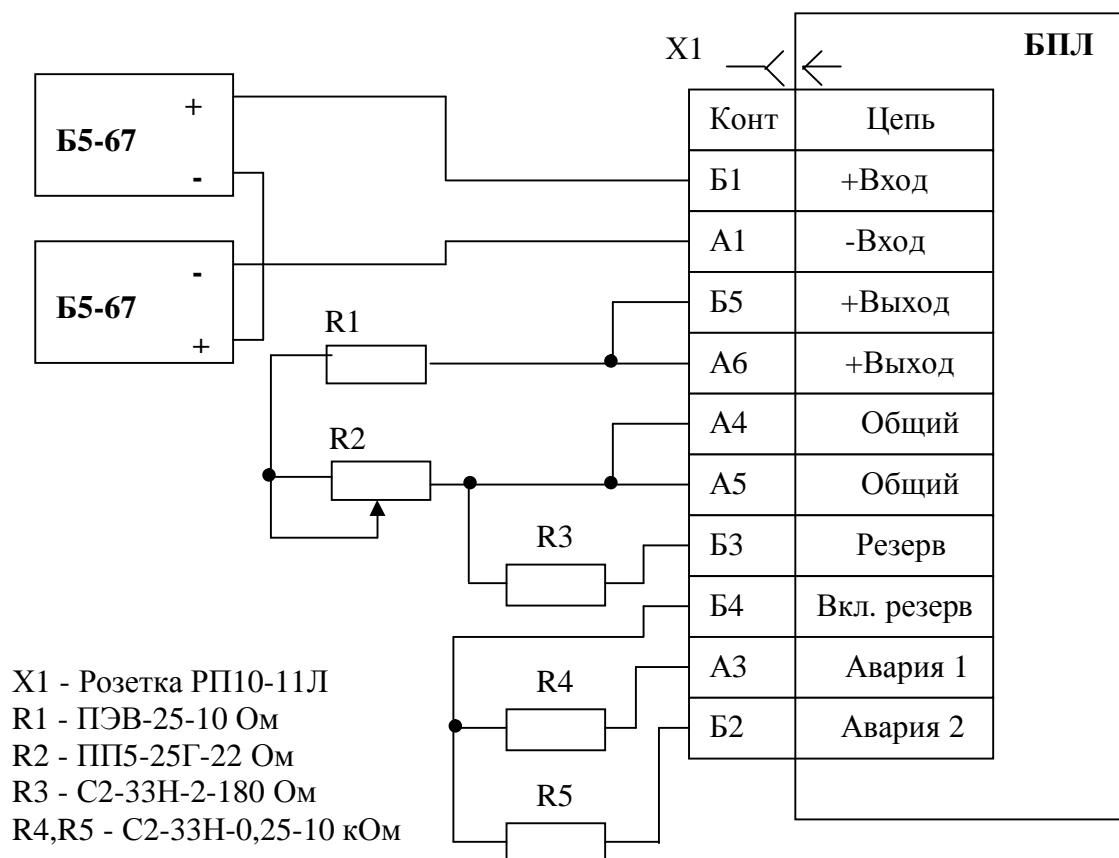

Рисунок 13.1 - Схема подключения для проверки БПЛ
4.2 Подключите блок к источнику питания. Установите движок нагрузочного резистора R2 в крайнее левое положение (см. рис. 13.1). Включите блок переключателем
4.7 Установите движок нагрузочного резистора R2 в крайнее левое положение (см. рис. 13.1). Измерьте напряжение на нагрузке. Оно должно быть в пределах 12,8...13,6 В.